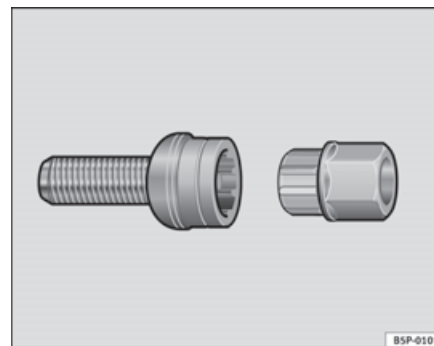

Fig. 183 Viti antifurto
- Innestare l'adattatore nella vite antifurto, spingendolo fino in fondo ⇒ **fig. 183.**